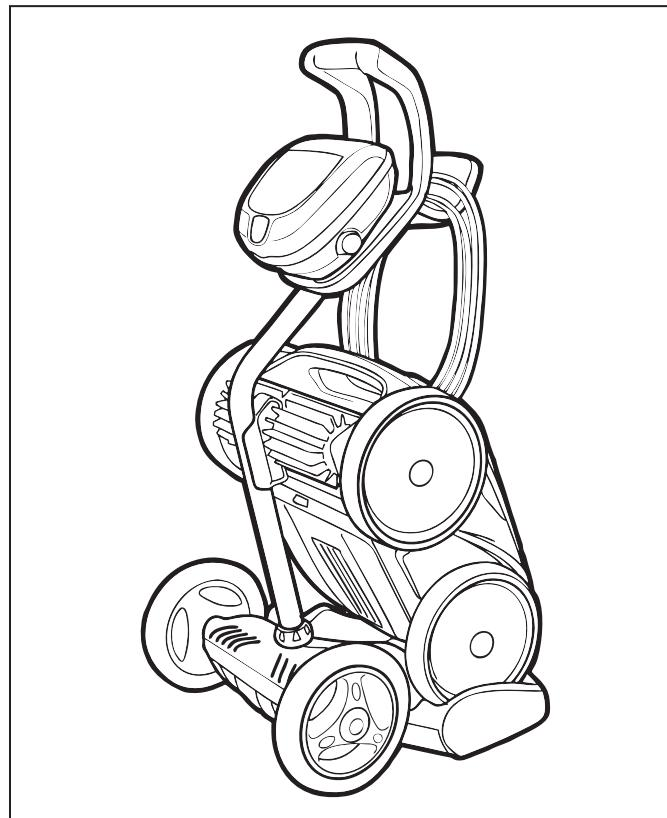

Figura 19. Limpiador guardado correctamente en el carrito
- Coloque el limpiador en posición vertical en la base del carrito y fíjelo en el gancho (Figura 19).
- Enrolle sin apretar el cable desde el limpiador y avance hacia el punto de conexión en la unidad de control. Estírelo donde esté enrollado. Guarde el cable, enroscándolo alrededor del gancho situado en la parte delantera del carrito (Figura 19).